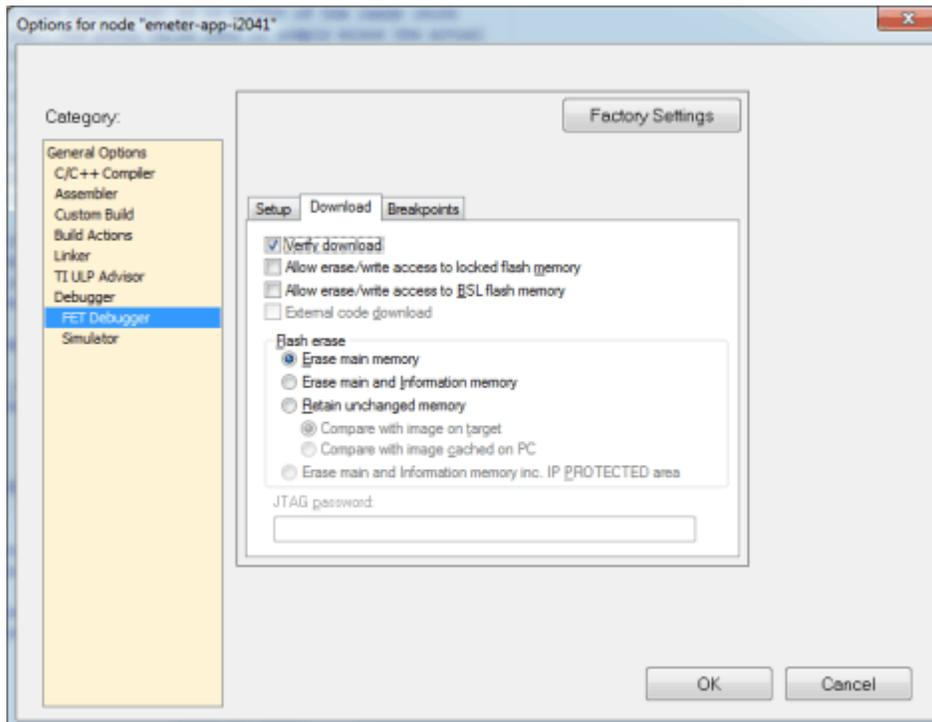

图 9-5. 下载选项
7. 选择“Download”选项卡。在“Flash erase”下，请勿选择“Erase main and Information memory”；该选项会擦除两组数据，无法恢复。相反，请选择“Erase main memory”作为下载选项以保留以下出厂设置参数：系统时钟校准、ADC 校准和内部基准校准（图 9-5）。但是，存储在主存储器中的计量校准（例如 VGAIN、IGAIN、PGAIN 等）始终会在下载后被擦除。选择“Erase main memory”作为下载选项以保留出厂设置参数。